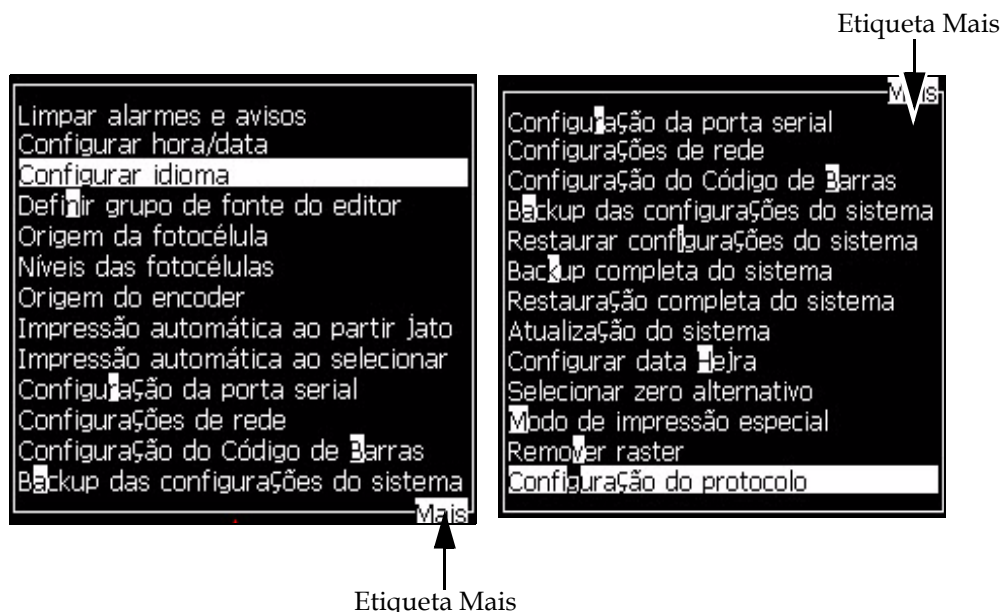

Figura 5-2: A etiqueta Mais
**Nota:** Se houver mais itens no menu do que os que podem ser exibidos na tela, a etiqueta **Mais** aparecerá próxima do topo ou na parte de baixo do menu. +Por exemplo, consulte a Figura 5-2 na página 5-2. Esta etiqueta indica que há mais entradas do menu disponíveis, acima ou abaixo dos itens que são exibidos. Pressione a tecla *Seta para cima* ou a tecla *Seta para baixo* para se deslocar ao longo dos itens.